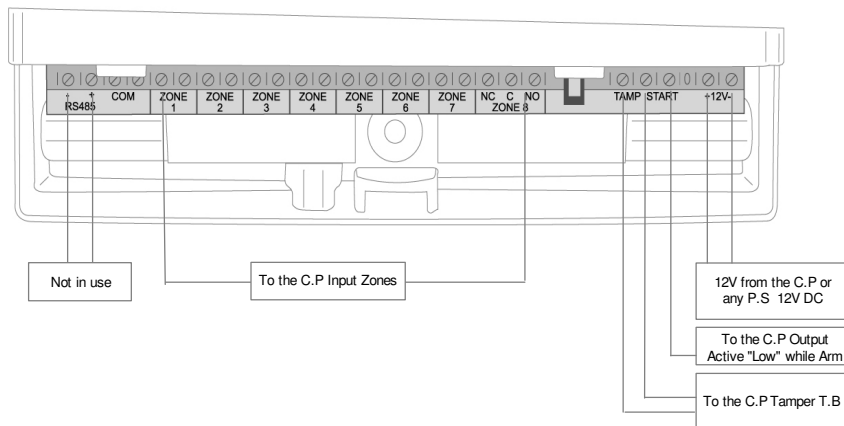

Рис.5: Контактная колодка
8. Установить крышку на место (см рис. 5).